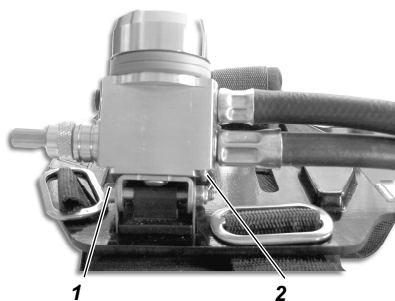

Fig. 8 Ta bort reduceringsventilen
- (3) Lossa bärselen och axelbandet från öppningarna på ryggplattan.
- (4) Skruva loss insexskruven (1) på reduceringsventilens hållare (se Fig. 8).
- (5) Ta bort reduceringsventilen med slangarna från ryggplattan.